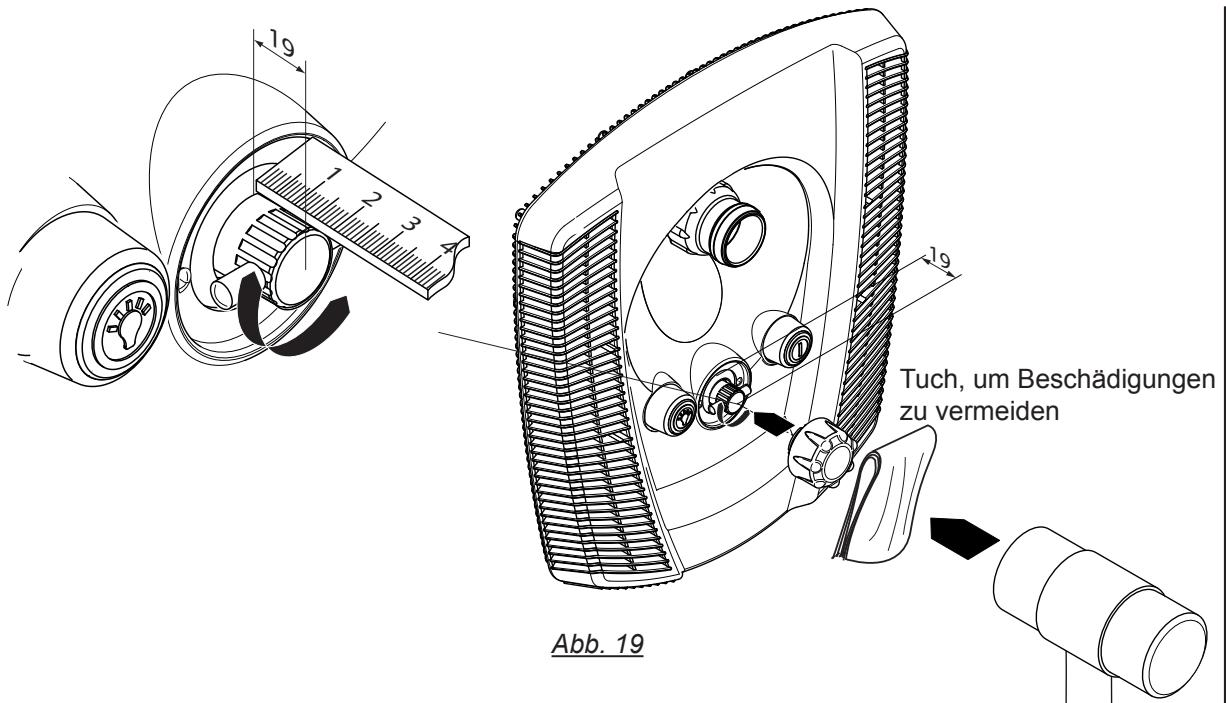

Abb. 19
9. Kappe für die Luftregulierung montieren (Abb.19).
10. Die Jet-Pumpe (92) mit der halben Verschraubung (98, 99, 100), dem Gummiwinkel (79) und den dazu gehörigen Klemmen (75) saug- und druckseitig am Einbaugehäuse anschließen.